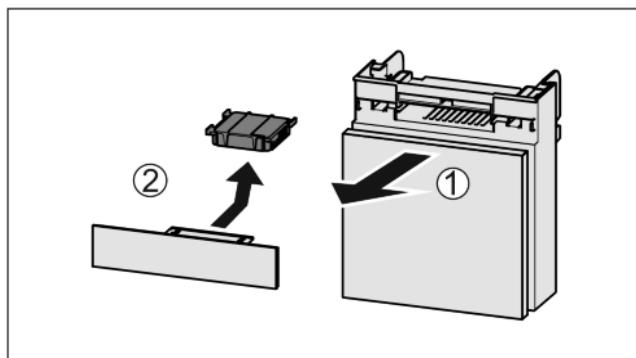

Fig. 42
- ▶ Fach nach vorne herausziehen Fig. 42 (1).
- ▶ Aktivkohlefilter entnehmen Fig. 42 (2).